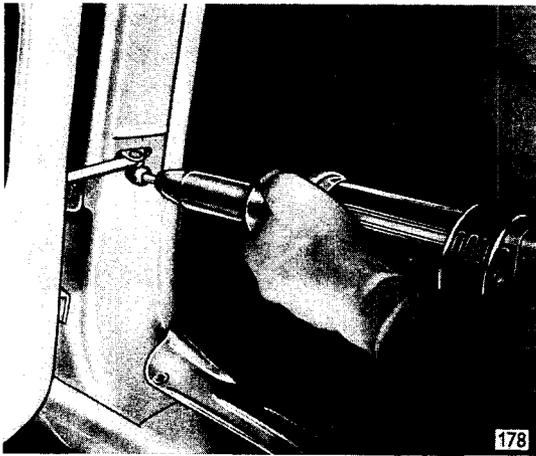

Bild 123 - Bördelrand vom Niet des Türhalters abschleifen
4. Umgebördelten Rand des Nietes (125/5) für Türhalter (125/3) mit Schleifmaschine unten abschleifen (Bild 123).